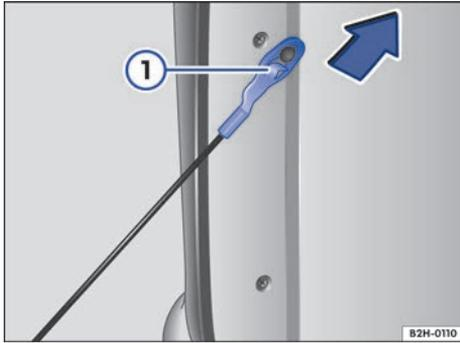

Fig. 26 Desenganchar el cable de sujeción del portón de carga.
- Presione hacia abajo la pestaña de seguridad ⇒ fig. 26 .